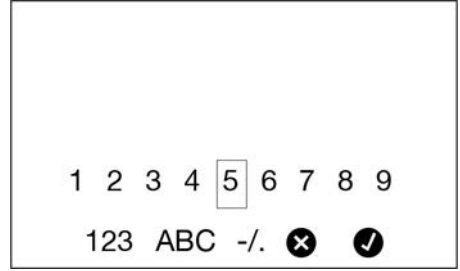

FIG. 47
2. L'écran illustré sur la FIG. 47 s'affiche. Cet écran permet de créer une description unique pour le PRÉRÉGLAGE.